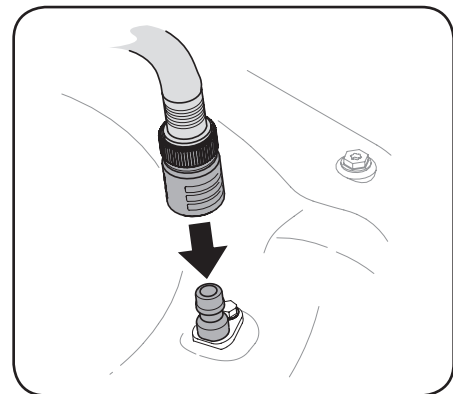

Figure 4-2
3. Attachez le raccord pour boyau d'arrosage à l'orifice incorporé à la surface du plateau de coupe. Voir la Figure 4-2.